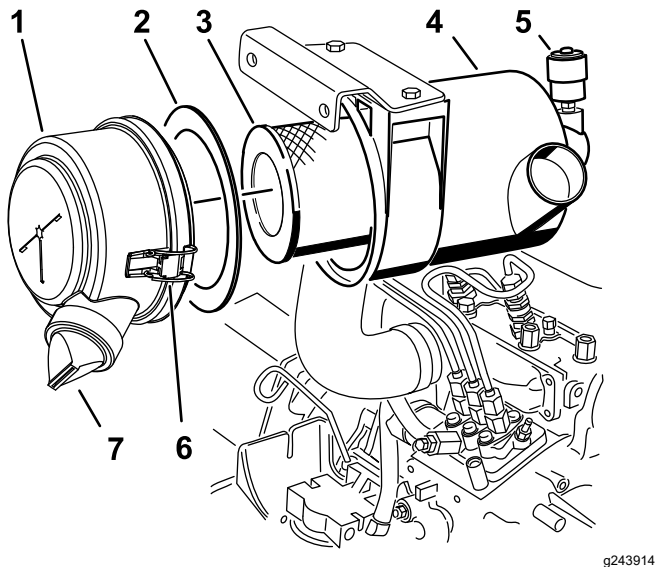

Bild 38
3. Warten Sie die Luftreinigungsfilter (Bild 38).